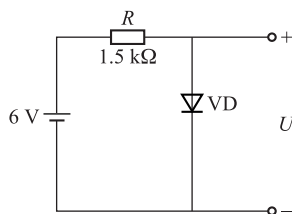

图 1-17 练习题 1.3.3 图
1.3.3 如图 1-17 所示电路, VD 为理想二极管, 判断二极管是导通还是截止。输出电压是多少?